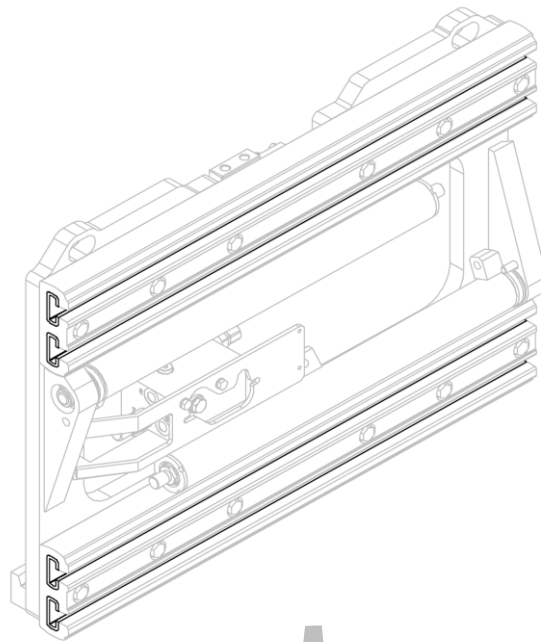
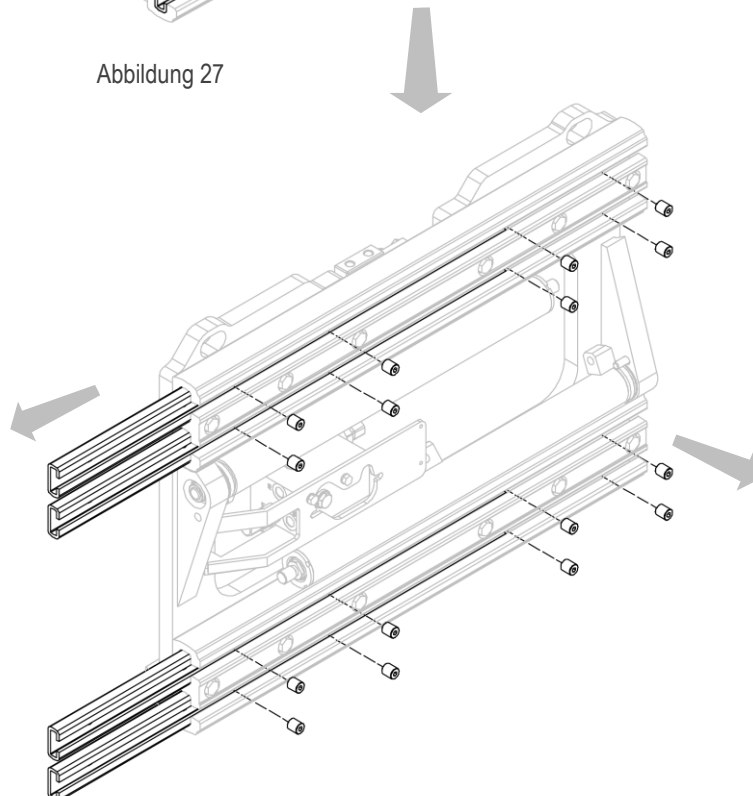

Abbildung 27
Abbildung 28
3. Schrauben Sie die Madenschrauben, mit denen die Nylonbuchsen befestigt sind, heraus und entfernen Sie die Buchsen (siehe *Abbildung 27* und *Abbildung 28*).